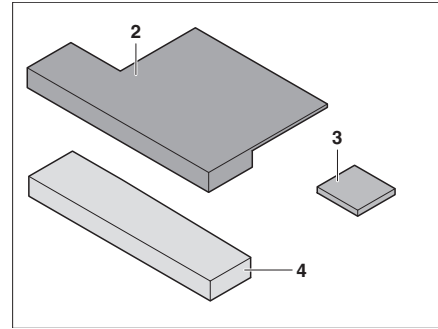

Fig. 159 Coussin supplémentaire
- Mettre en place la cale de siège (Fig. 159,3) au coussin supplémentaire (Fig. 159,2) (avec fermeture Velcro).